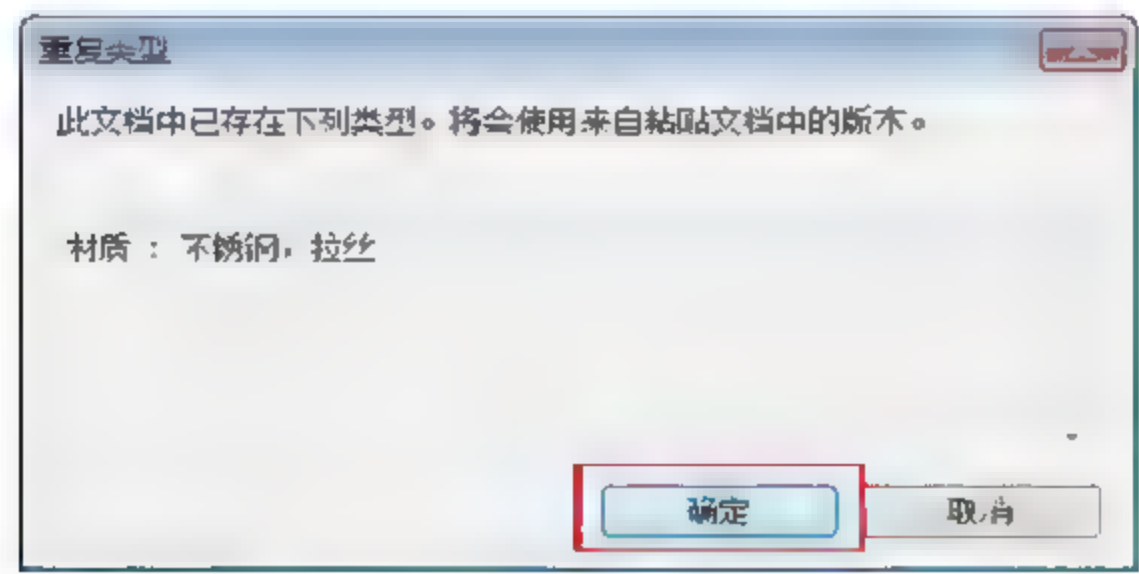
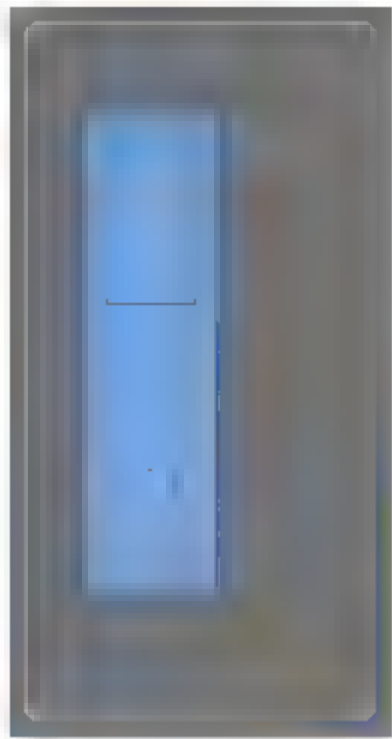

图 8.4.33 “重复类型”对话框
图 8.4.34 粘贴召唤器
(9) 创建电梯层站召唤器。在“1 号观光电梯族”的创建过程中已经创建过电梯层站召唤器，因此可以复制“1 号观光电梯族”中的电梯层站召唤器来使用。打开“1 号观光电梯族”，切换至“外部”立面视图，选中电梯层站召唤器按快捷键 Ctrl+C，复制电梯层站召唤器。切换回“2 号电梯族”“外部”立面视图，按快捷键 Ctrl+V，在弹出的“重复类型”对话框中单击“确定”按钮，如图 8.4.33 所示。粘贴召唤器至“2 号电梯族”后，如图 8.4.34 所示。。